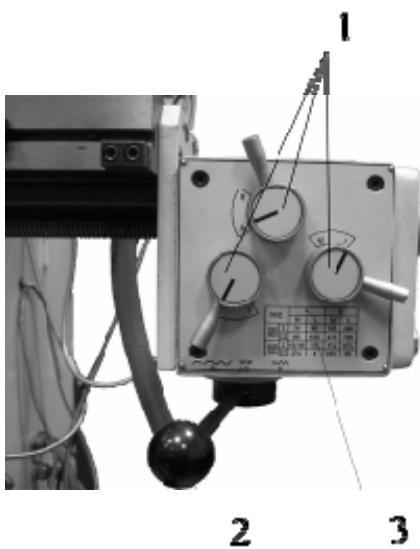

Рисунок 11.
**Коробка подач продольного перемещения стола (рис. 11).**